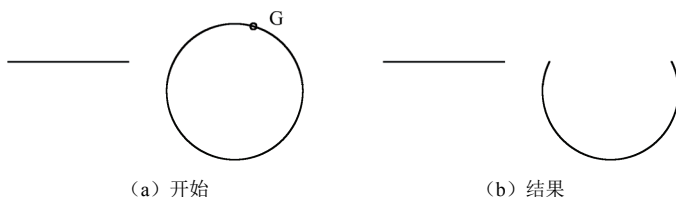

图 4-34 延伸修剪示例
(2) 首先如图 4-34 (a) 所示绘制一直线和圆。以直线为边界，将圆上 G 段剪去，如图 4-34 (b) 所示。
结果如图 4-34（b）所示。